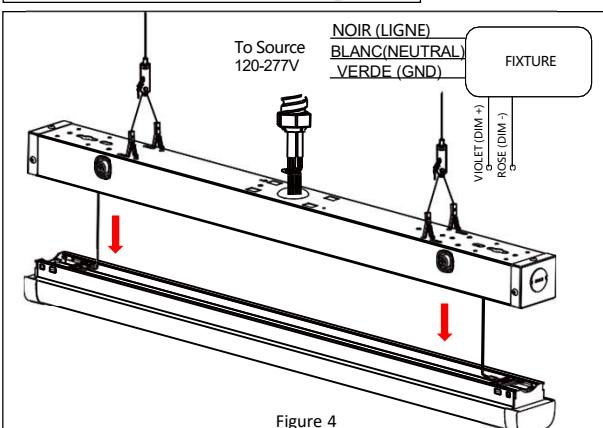

Figure 4
9. Au moyen des capuchons de connexion fournis, effectuez les raccords selon le schéma de câblage de la *Figure 4*.